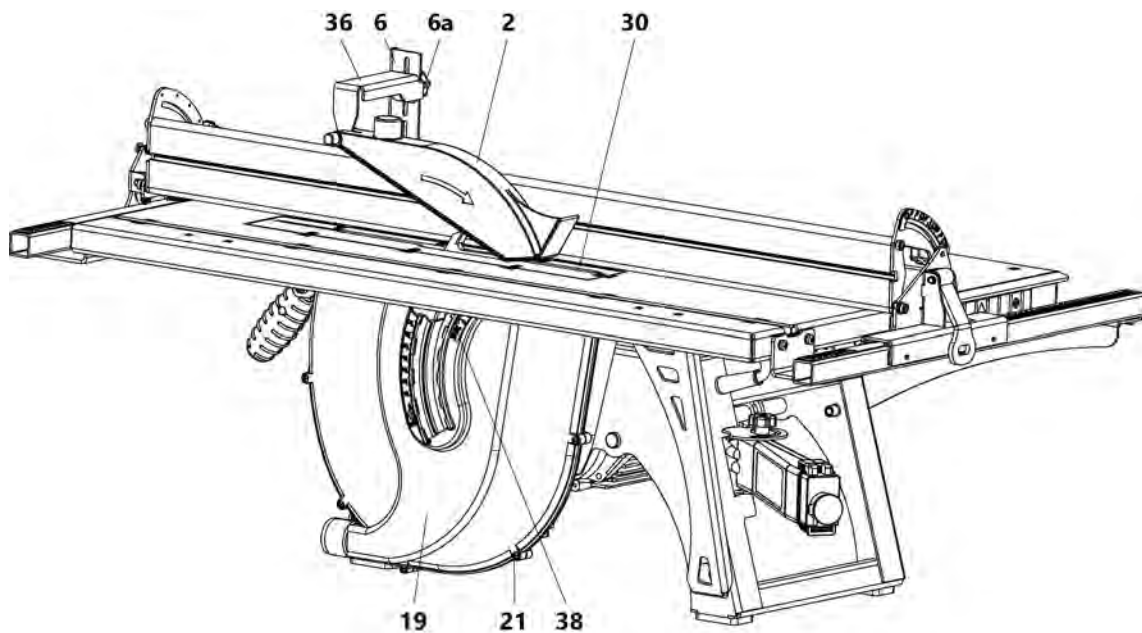

Рисунок 11. Конструкция станка в режиме фрезерования дисковой фрезой
Перед началом работы следует произвести подготовку и наладку станка (рис. 11):
- установить и отрегулировать положение вставки 30 относительно дисковой фрезы (рис. 11).